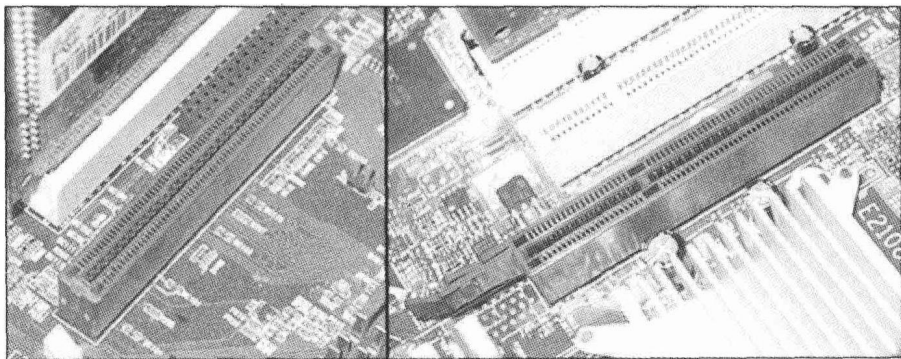

图1-13 AGP 8X 接口
(3) AGP 3.0 规范(如图1-13所示):AGP 3.0 是 Intel 兼容计算机的第三代显卡接口规范,在该规范中,AGP 8X 无疑是最引人注意的。AGP 8X 作为新一代 AGP 并行接口总线,在数据传输位宽上和它的先辈 AGP 4X 一样,都是 32 位的,但总线频率将达到史无前例的 533MHz,在数据传输速率上也会达到 2.1GB/s 的高度,这些都是原来的 AGP 并行接口无法企及的。它的推出正好适应现今 CPU 和 GPU(图形工作站)的飞速发展,也可以说是 CPU 和 GPU 的发展导致了这一新技术的应用和推广。随着 CPU 主频的逐步提升和 GPU 性能的日新月异,系统单位时间内所要处理的 3D 图形和纹理越来越多,大量的数据要在极短的时间内频繁地在 CPU 和 GPU 之间反复交换,这使原来运行频率为 66MHz 的 AGP 接口已越来越跟不上它们交换的速度,系统的性能因此大受影响,正像当年 AGP 取代 PCI 总线一样,AGP 8X 终于走上了时代的舞台。